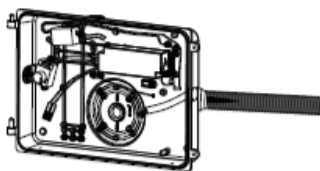

Fig. 2-3A
3. Retirer le capuchon fileté adéquat (sur le dessus ou les côtés) du boîtier afin de faire pénétrer le conduit et de le rattacher. Effectuer les connexions électriques en respectant le code électrique. Raccorder le fil noir à l'ALIMENTATION, le blanc au NEUTRE et le vert ou vert/jaune à la MISE À LA TERRE. S'assurer que tous les trous d'accès sont scellés avec un joint imperméable (Fig. 2-3A-B).